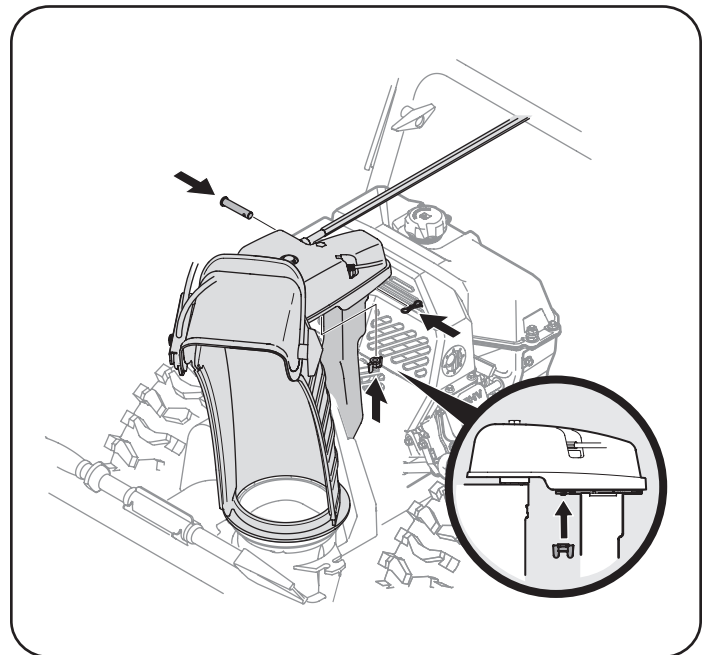

Figura 9
9. Termine asegurando el cabezal de control del canal a la ménsula de soporte del canal con la tuerca de mariposa y el pasador de horquilla y el pasador de chaveta con unión curva retirados en el Paso 2. Vea la Figura 9.